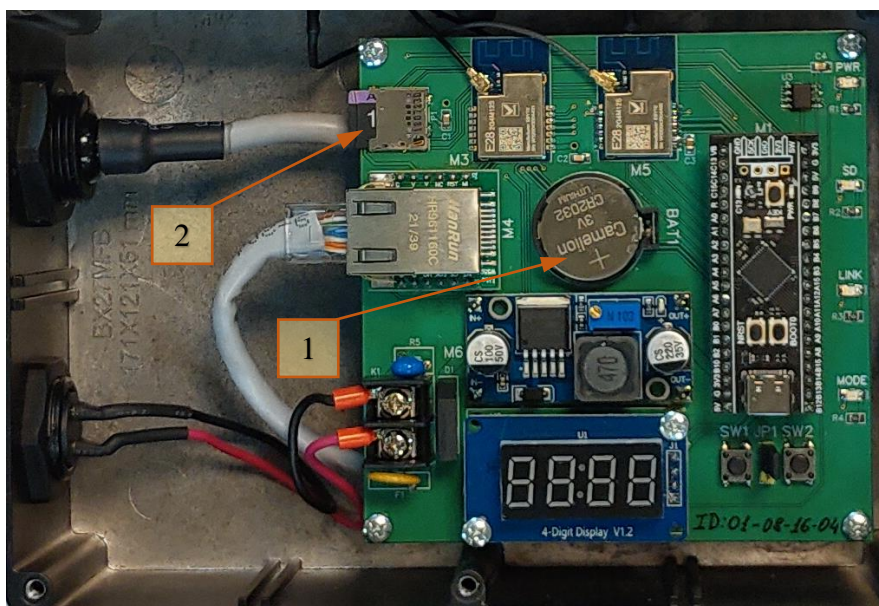

Рисунок 6
- проверить наличие элемента питания CR2032 в слоте питания часов реального времени (см. **Рисунок 6**, поз. 1), при его отсутствии установить исправный элемент питания;
- проверить наличие карты памяти в слоте SD-карт (см. **Рисунок 6**, поз. 2), при её отсутствии установить исправную карту памяти.